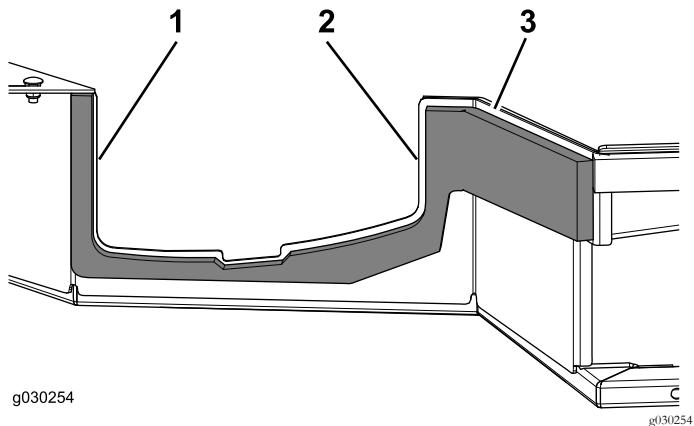

Figura 9
- 4. Utilize as medições indicadas em Figura 9 para colocar o vedante.